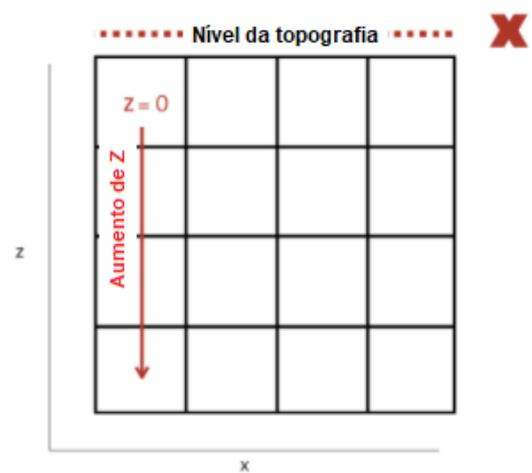

Figura 3b: O valor Z mais baixo está na parte superior do modelo, o que não se ajusta aos requisitos do *MiningMath*.
- Outro *software* de mineração pode usar índices com IZ começando em cima e crescendo para baixo (Figura 3b). *MineSight* é um exemplo que usa essa notação.